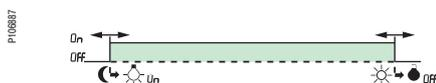

Рис. 3.
- Изменять по отдельности время восхода и захода солнца (± 120 минут) в зависимости от местных условий (горы, здания и т. д.) (см. Рис. 3).